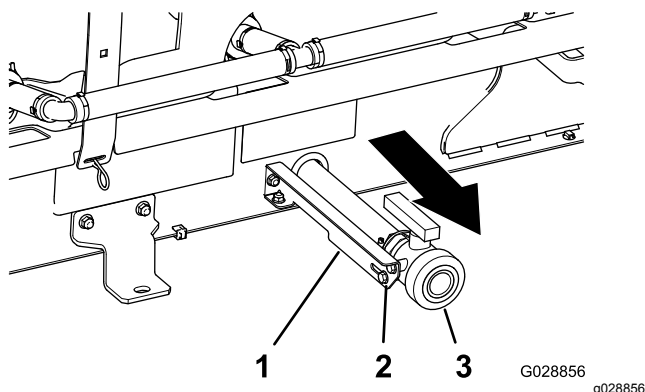

Figure 11
- A. Sur le côté gauche de la cuve, desserrez les 2 boulons à embase qui fixent le robinet de vidange au support de vanne (**Figure 11**).
- B. Déplacez le robinet de vidange vers l'extérieur, au bout des fentes du support (**Figure 11**).
- C. Serrez les 2 boulons à embase (**Figure 11**).